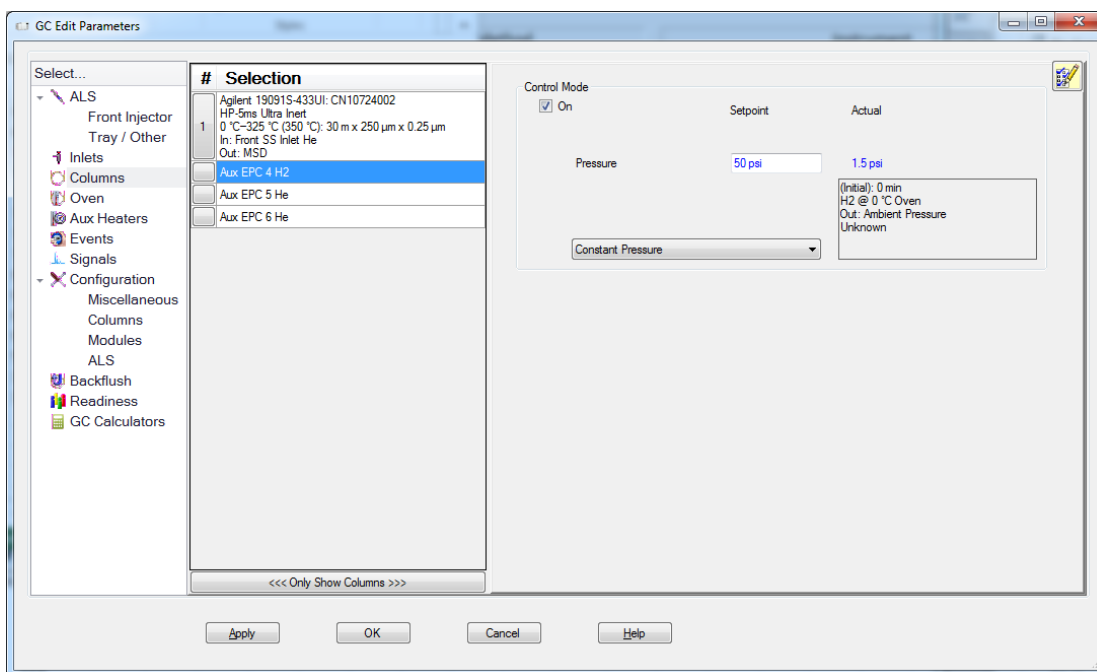

Figura 12 Ajustar la velocidad de flujo del gas de la fuente de iones autolimpiante
- 3 En el área **Selection**, a la izquierda, seleccione **Aux EPC 4 H2**. Consulte la sección Figura 12. Encienda la presión y ajuste a 345 kPa (50 psi) en el modo **Constant Pressure**.
- d Escriba tres (3) masas para perfilar cualquiera de los tres iones. (No importa que ion elija. El propósito es utilizar la función Profile para que el filamento esté encendido durante esta limpieza inicial de la fuente).